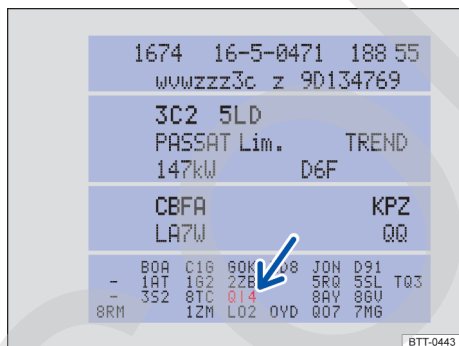

Fig. 182 Adhesivo portadatos del vehículo con núm. PR del servicio correspondiente (representación esquemática).
- Consulte el número PR del adhesivo portadatos del vehículo → fig. 182 (flecha) → pág. 264.